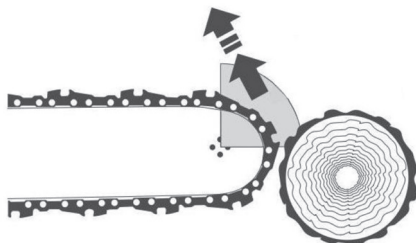

Рис.6
- Это может произойти при неосторожном касании вращающейся пильной цепи древесины (при аналогии с циферблатом часов – в секторе от 12 до 3), например, при обрезке сучьев Рис.6.